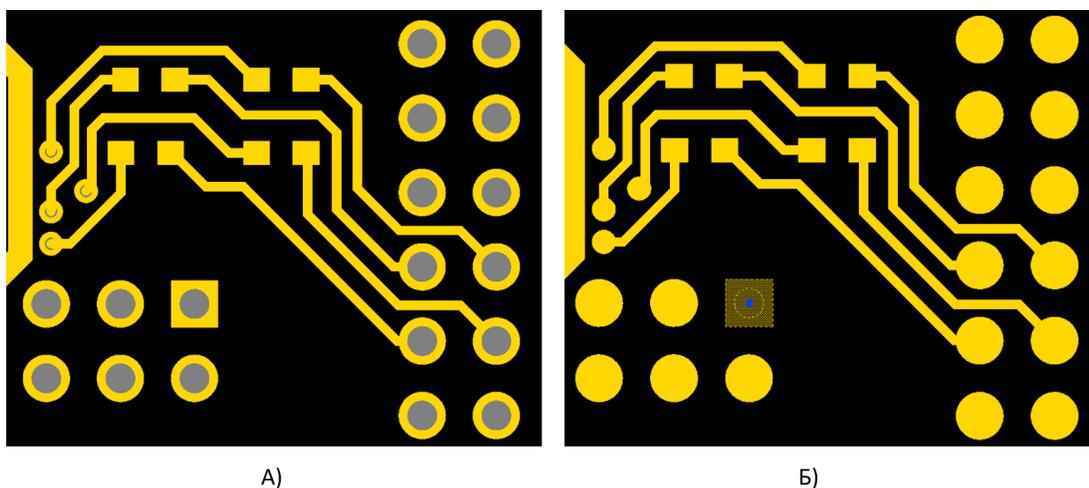

Рис. 91 Способы выгрузки отверстий
При выборе варианта «На отдельный слой» после преобразования в формат .dxf для отверстий будет создан отдельный слой - Drill (A). Выбор варианта «На слои переходных отверстий» располагает отверстия на экспортированных сигнальных слоях (Б), см. Рис. 91.